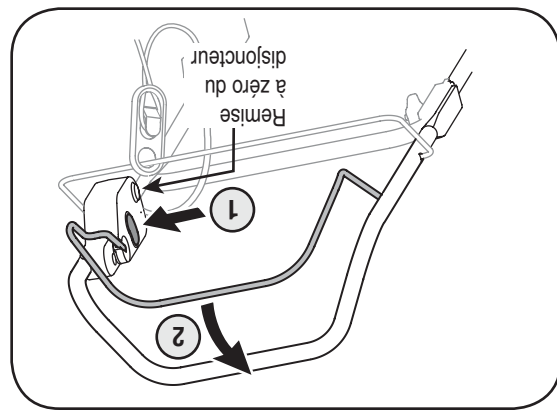

Figure 4-3
2. Poussez sur le commutateur du disjoncteur pour le remettre à zéro. Voir la Figure 4-3 dans le chapitre « Utilisation ».
2. Placez-vous derrière la tondeuse, au poste de conduite. Appuyez sur le bouton de démarrage (rouge) et maintenez-le enfoncé. Voir la Figure 4-3.
**REMARQUE :** La mise en marche du moteur embraie la lame. Tout en gardant le bouton de démarrage enfoncé, relevez la commande du moteur et de la lame contre le guidon supérieur pour faire démarrer le moteur et embraier la lame. Voir la Figure 4-3.
La tondeuse est équipée d'un disjoncteur qui se trouve sur la commande du moteur et de la lame. Voir la Figure 4-3. Ce disjoncteur est conçu pour se déclencher lorsque le moteur est surchargé. Voir le chapitre « Entretien » pour remettre le disjoncteur à zéro.